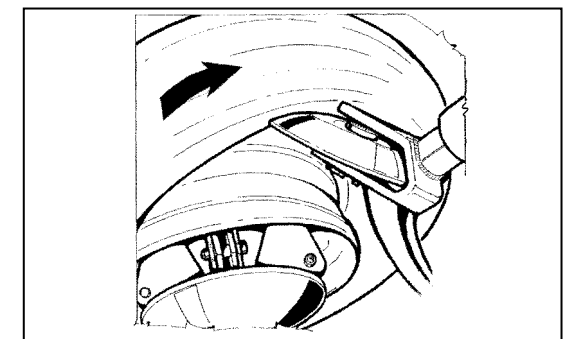

Fig.33
5. Demount the inner bead with the bead breaker disc, as described in @5.2.7. (Fig.33).
5. *Démonter le talon intérieur à l'aide du disque détalonneur, suivant la description du #5.2.7 (Fig.33).*
5. Den inneren Wulst mit der Abdrückscheibe demontieren wie unter @5.2.7 beschrieben (Abb.33).